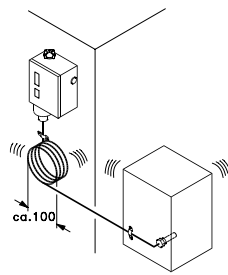

Fig. 5
3. Indstil differensrullen Fig. 5 på tallet 3 som fremkommer ved aflæsning af nomogrammet for RT 123 i Fig. 8